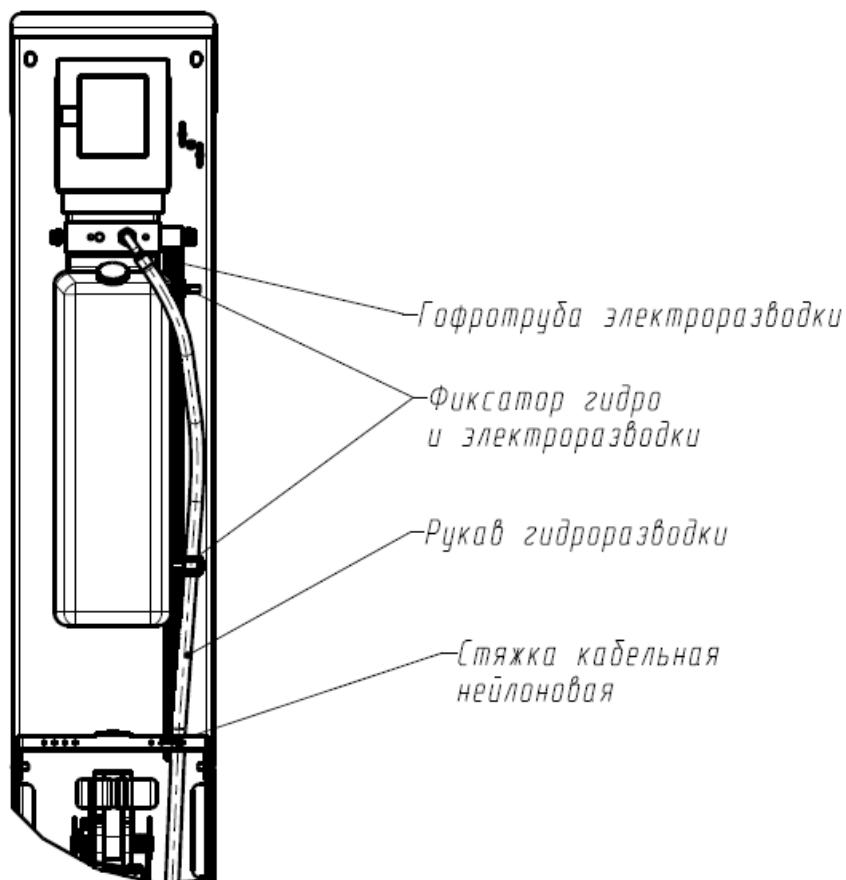

Рисунок 3 Крепление рукава и гофротрубы
6.4 Рукава высокого давления (шланги) соединить между собой при помощи тройника согласно схеме гидравлической принципиальной (см. приложение А и Рисунок 3). При затяжке гаек не допускается скручивание рукавов. Тройник должен располагаться горизонтально.